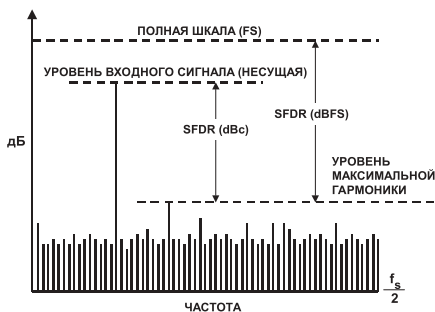

Рис. 12. SFDR – свободный от гармоник динамический диапазон
- SFDR (spurious-free dynamic range) — динамический диапазон, свободный от гармоник. Это отношение значения входного синусоидального сигнала к уровню самого большого выброса (везде берутся среднеквадратические значения), наблюдаемого в частотной области. Измеряется в дБ. Наглядное представление об этой характеристике дает рис. 12.